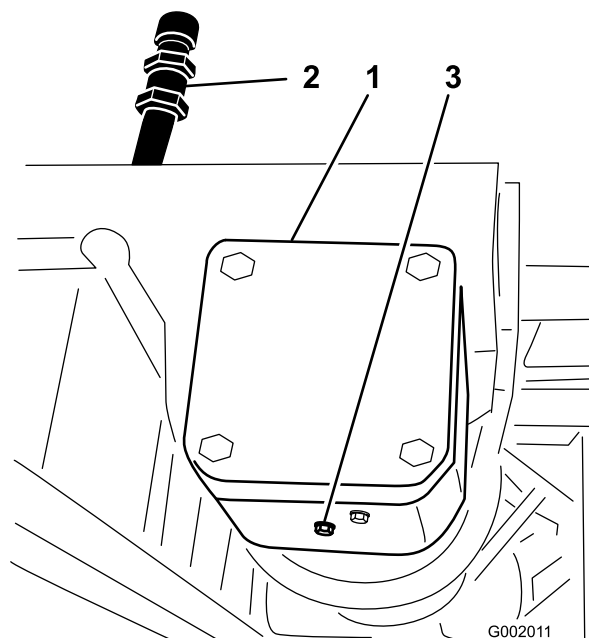

Figura 69
2. Mettete una bacinella sotto il tappo di spurgo, sulla scatola ingranaggi della trasmissione della pompa (Figura 69).
3. Togliete il tappo di riempimento ed il tappo di spurgo (Figura 69), e lasciate defluire l'olio nella bacinella.